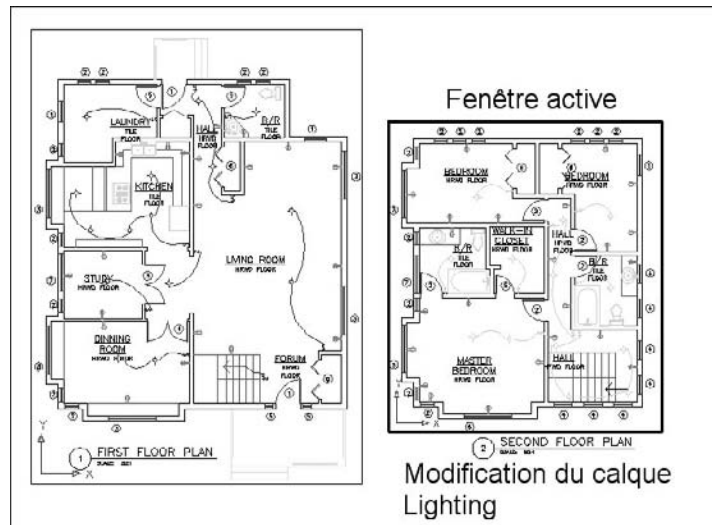

Fig.2.16
- [1] Dans l'onglet de présentation, cliquez deux fois dans une fenêtre pour qu'elle devienne la fenêtre courante (fig.2.16).